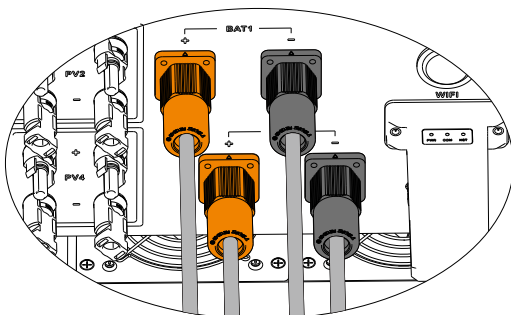

Figure 4.2-6 La borne de la batterie est raccordée à l'onduleur
Étape 5. Raccordez la borne de la batterie à l'onduleur. Assurez-vous que la polarité de la batterie est correctement raccordée, comme montré à la Figure 4.2-6.